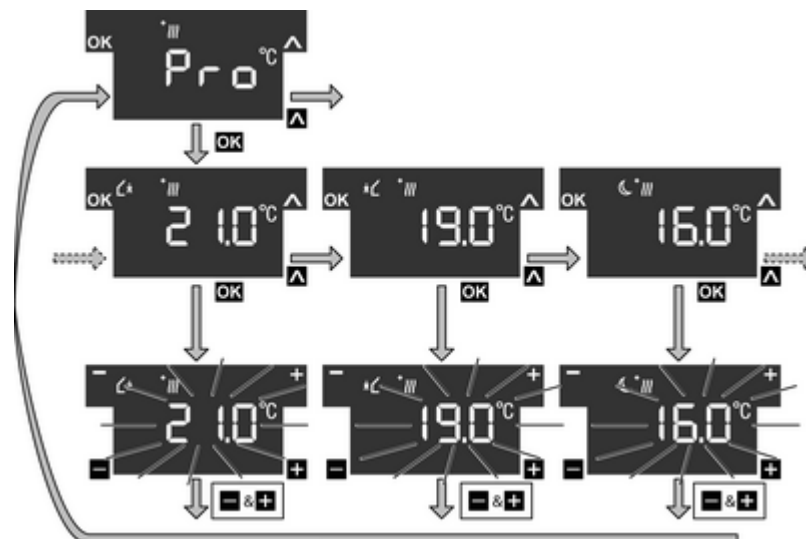

Bild 8
- Mit Sensorfläche **▲** den Menüpunkt **Pro** für den Heizbetrieb ***///** oder Kühlbetrieb **-///** wählen und Sensorfläche **OK** betätigen (Bild 8).